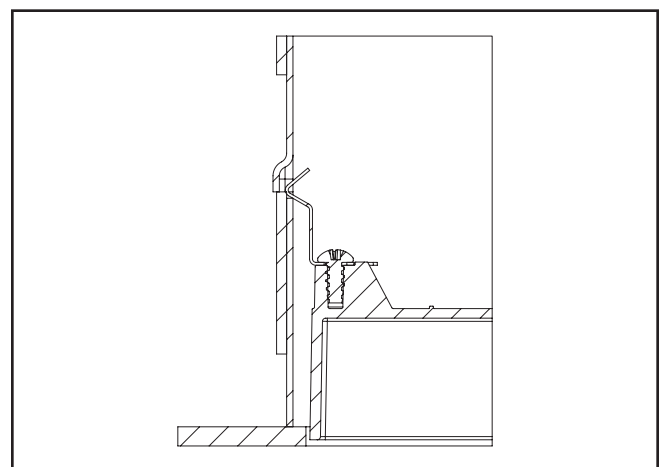

Figura 2.8.
- Asegúrese de que los muelles estén colocados en las rejillas provistas en el alojamiento. (Figura 2.8)